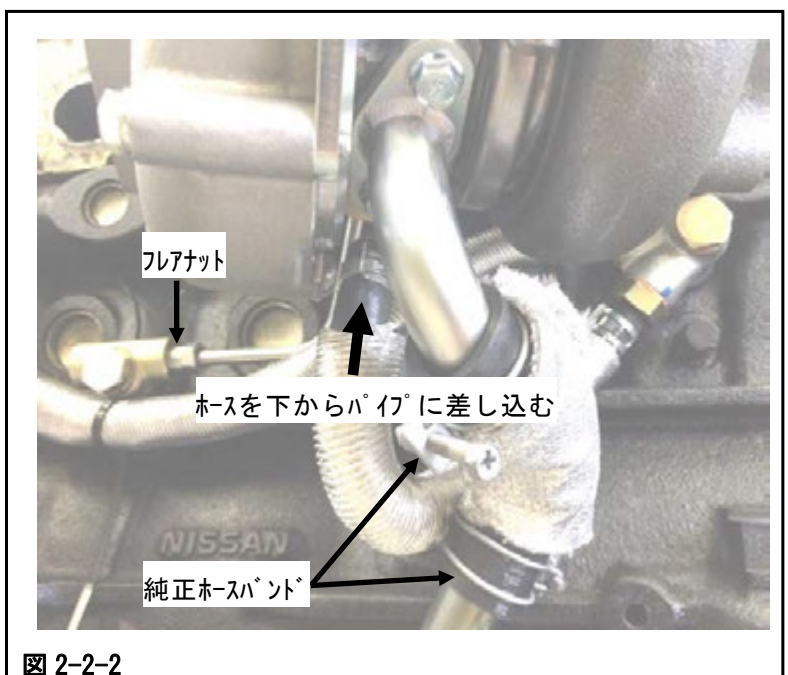

図 2-2-2
- ①ターボをEXマニへ取付の際、ナット下にロックプレート（純正再使用）を挟み込みナットを締め付けた後折り曲げてください。
- ②シリンダーヘッド側のナット&ワッシャ各6個、ターボとEXマニの間は純正を再使用します。
(4) オイルインレットパイプのブロック側ユニオン取付け部（フレアナット）を締め付けてください。(図 2-2-2)
(図 2-2-2)
(6) ウォーターインレットホースをウォーターインレットバンジョウパイプに差し込みホースクリップで固定してください。(図 2-2-2)